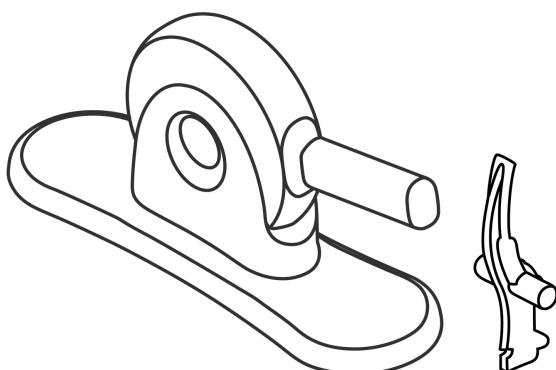

Figure 5 : Sertisseur et butée de sertissage en 2 pièces Edwards
• **Sertisseur Edwards et butée de sertissage (Figure 5)**